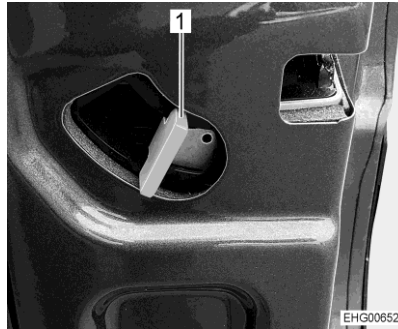

Fig. 10 Asidero para abrir las puertas traseras
- Empujar el asidero (Fig. 10,1) hacia arriba y abrir las puertas traseras hasta el tope.